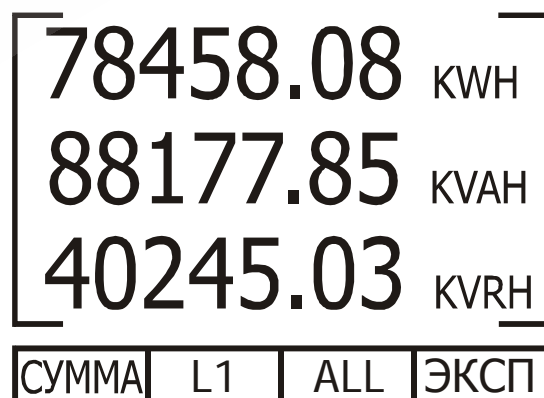

Рис. 36
2. Нажмите «Enter». На дисплее появится экран измерения потребляемой энергии (рис. 36):